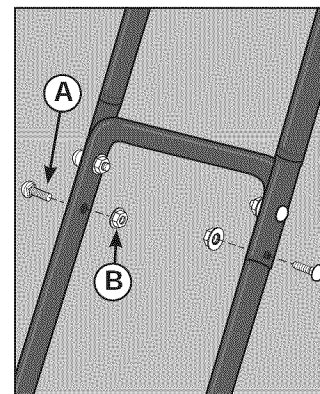

Figura 4B. Conjunto de la manija superior
3. Deslice los pernos de cabeza redonda largos (Figura 4B) y las contratuercas con brida de 5/16 de pulg. (a) en los orificios inferiores. **NO APRIETE EN ESTE MOMENTO.**